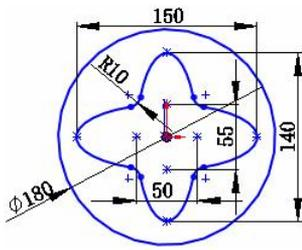

图 1.6.8 块编辑环境
Step3. 在设计树中右击 **block-1** 节点，在弹出的快捷菜单中选择 **编辑块(B)** 命令，进入块编辑环境，如图 1.6.8 所示。